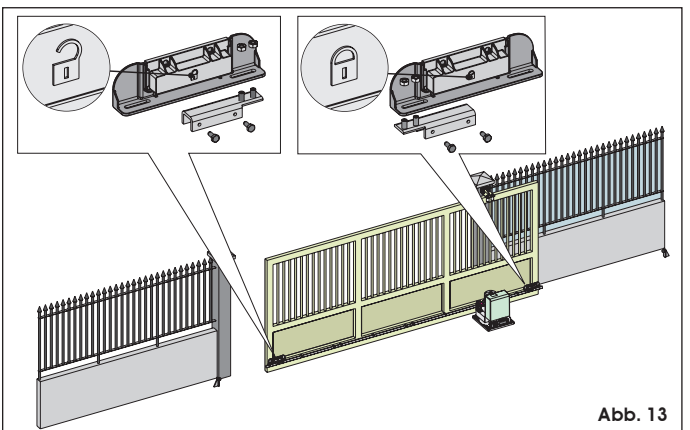

Abb. 13
Der Antrieb ist mit einem Magnet-Endschalter ausgerüstet, der den Stillstand der Bewegung des Tors verursacht, wenn der am oberen Teil der Zahnstange befestigte Magnet den Sensor erregt. Die im Lieferumfang des Antriebs enthaltenen Magnete sind entsprechend polarisiert und erregen lediglich einen Kontakt des Sensors, den Schließ- oder den Öffnungskontakt. Der Magnet, der den Kontakt für die Toröffnung erregt, weist die Abbildung eines offenen Schlosses auf, der Magnet, der den Kontakt für das Torschließen erregt, zeigt das Symbol eines geschlossenen Schlosses (siehe Abb. 13).
1. Die beiden Magnete laut Angaben in der Abbildung 13 zusammenbauen.